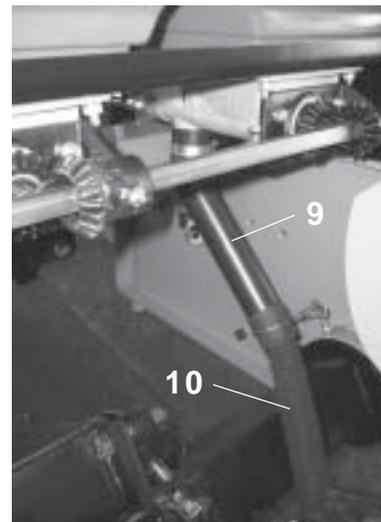

FIGURA 93
A primeira linha na lateral da semeadora, deverá ter a bica (9) e o mangote (10) montados na posição conforme mostra a figura ao lado, evitando assim, problemas na queda do adubo, **conforme mostra a figura 93**.